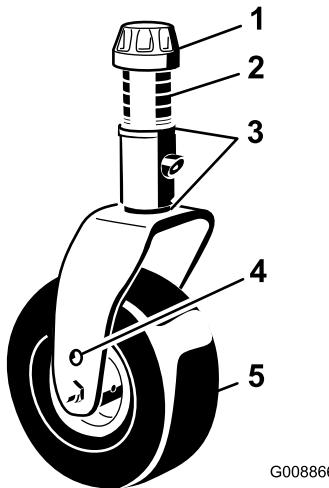

Bild 18
3. Entfernen Sie die Spannkappe von der Spindelwelle (Bild 18) und ziehen die Spindel aus dem Laufradarm heraus. Ziehen Sie zwei